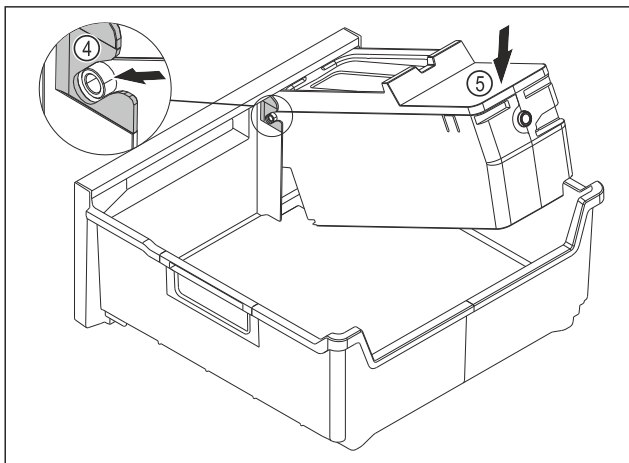

Fig. 201
- ▶ Смонтируйте корпус EasyTwist-Ice: Вставьте ось корпуса EasyTwist-Ice в направляющие Fig. 201 (4).
- ▶ Вдавите корпус EasyTwist-Ice Fig. 201 (5) вниз.